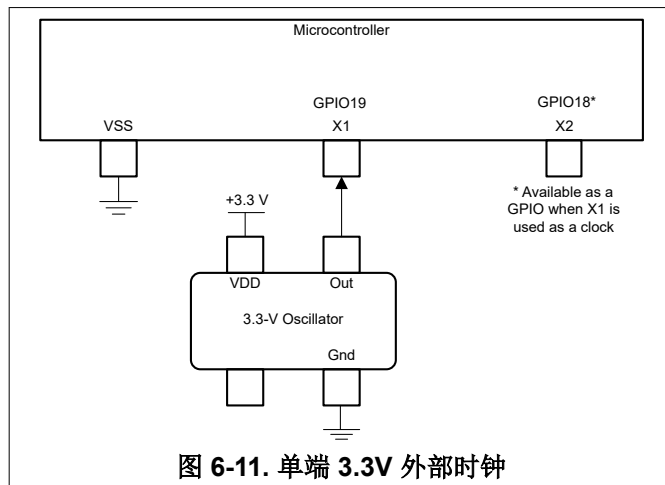

图 6-11. 单端 3.3V 外部时钟
- 单端 3.3V 外部时钟。时钟信号应连接到 X1（如图 6-11 所示），且 XTALCR.SE 位设置为 1。